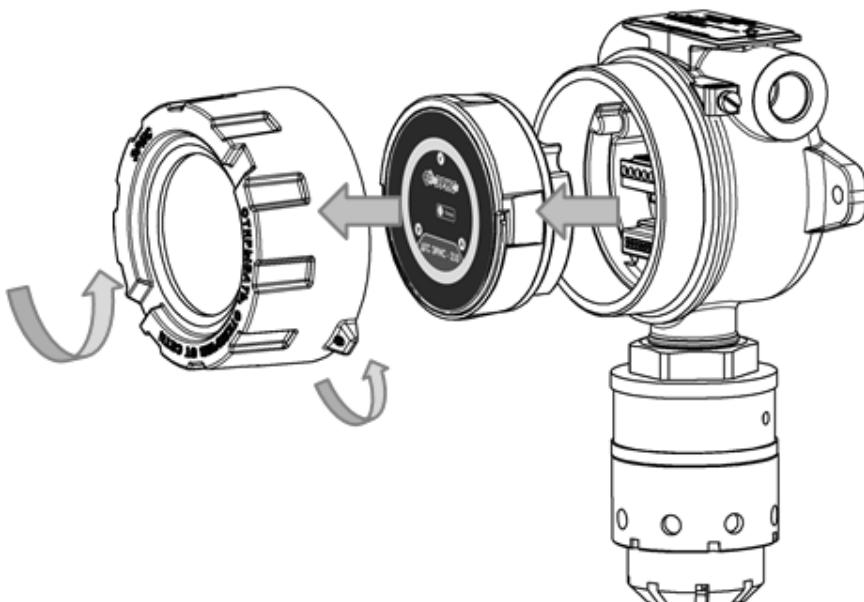

Рисунок 22- Схема разбора газоанализатора
- 1) Открутить стопорный винт на верхней крышке газоанализатора (рис. 22). Открутить крышку по резьбе. Снять электронный модуль с разъемов, потянув его на себя за полукруглую ручку "дугу" (не делая вращательного движения). Во время проведения работ избегать попадания влаги в датчик.